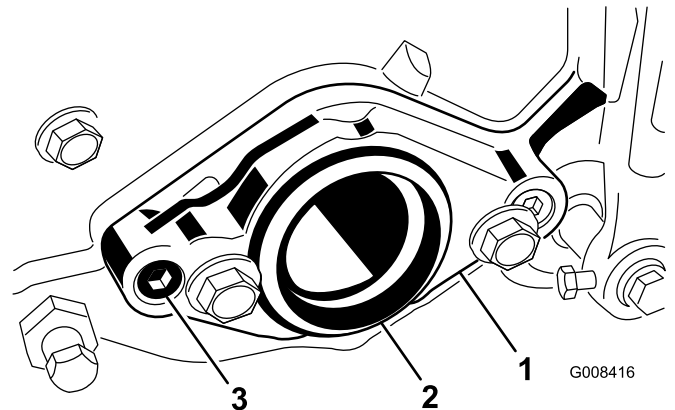

Figure 3
6. Retirez les 2 vis Allen qui fixent le support du moteur au côté droit du plateau de coupe et déposez le support du moteur (Figure 3).